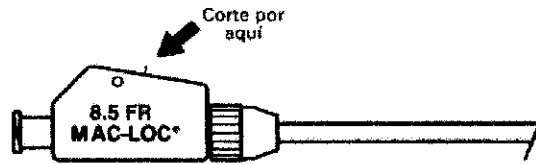

Fig. 3
16. Corte el monofilamento excedente. **(Fig.3)**